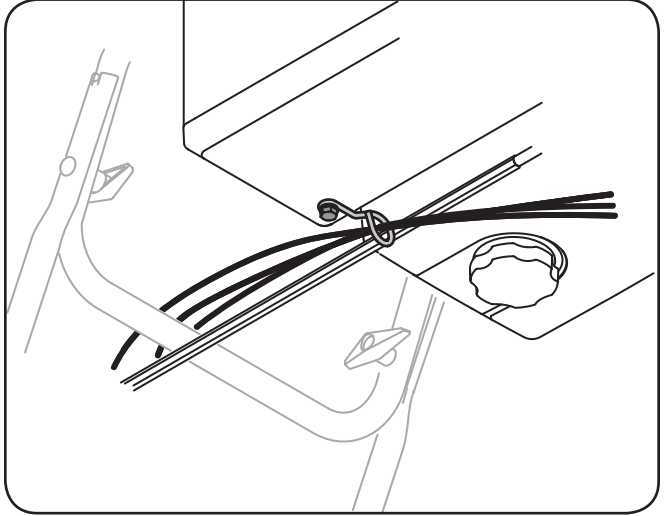

Figure 3-8
- Positionnez les barres de coupe pour qu'elles font face à l'avant comme illustré à la Figure 3-8. Maintenez-les en place avec la boulonnerie enlevée précédemment, les écrous à oreilles devraient être attachés sur l'**extérieur** du logement comme illustré.
- Vérifiez que tous les câbles (le cas échéant) sont acheminés dans le guide sur la droite de la manivelle de commande de la goulotte. Voir la Fig. 3-8.